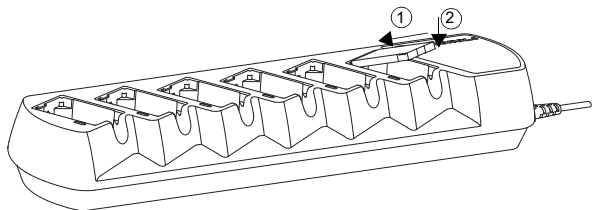
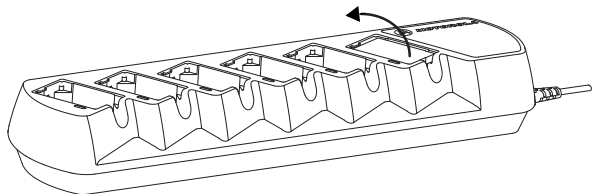

Imagen 4: Deslizar la batería dentro de la cavidad del cargador
Imagen 5: Sacar la batería de la cavidad del cargador
4. Para cargar una batería, inserte la batería dentro de la cavidad del cargador de esta manera: (consulte Imagen 4 e Imagen 5)